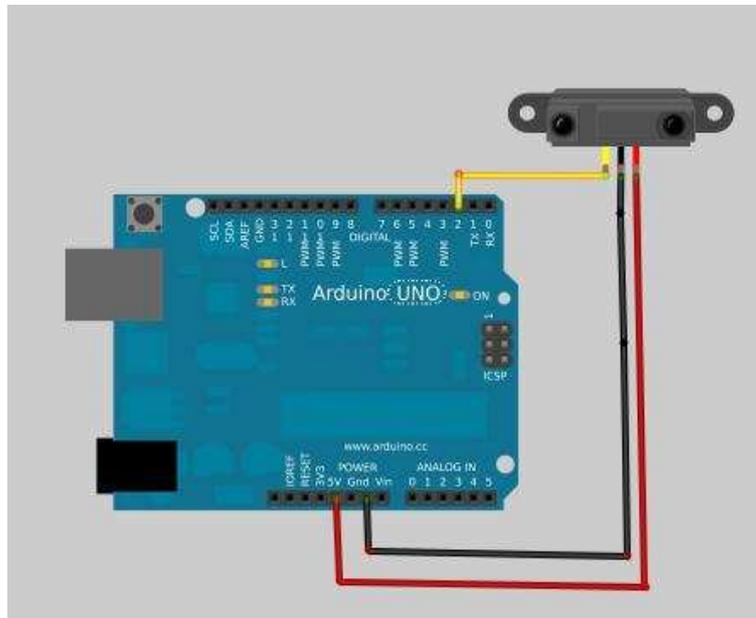

Figura A.13: Sensor Infravermelho - Sharp GP2Y0A21YK0F
**Pinagem:** O sensor infravermelho - Sharp GP2Y0A21YK0F possui três terminais, sendo o primeiro para saída de dados, o segundo sendo o GND (ground) e o terceiro o pino de 5V, a Figura A.13 mostra a ligação com uma placa Arduino.